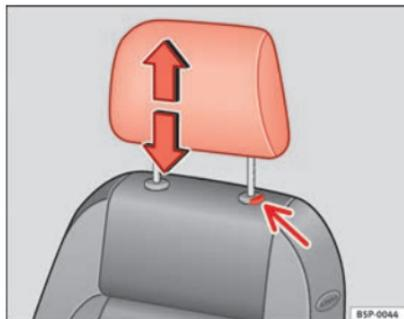

Abb. 91 Kopfstütze einstellen oder ausbauen
- Drücken Sie die Taste ⇒ Abb. 91 (Pfeil).